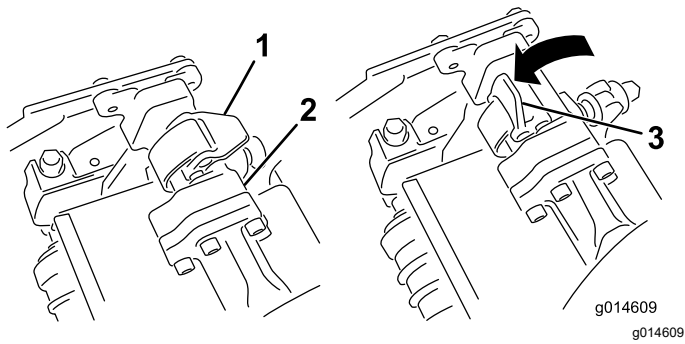
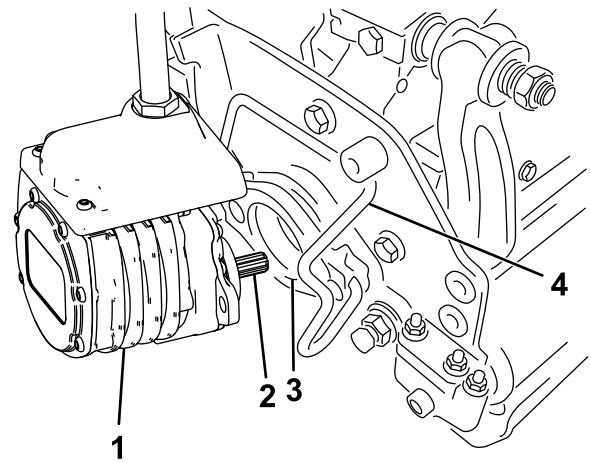

Figure 54
Figure 55
4. Les verrous de la barre de bras de suspension étant orientés en haut (c.-à-d. ouverts) (Figure 54), poussez le bras de suspension vers le bas pour que la barre s'engage sur la barre transversale au sommet de l'unité de coupe (Figure 55).
5. Fermez les verrous autour de la barre de l'unité de coupe et bloquez-les en place (Figure 54).
5. Ouvrez les verrous sur la barre du bras de suspension appartenant à l'unité de coupe que vous voulez déposer (Figure 54).